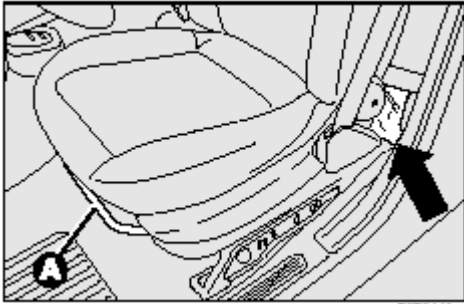

рис. 2
□ Для версий **Cargo**: приподнять рычаг **A** – **рис. 2** и переместить вперед спинку левого переднего сиденья, чтобы извлечь сумку с инструментом, установленную за спинкой сиденья, отстегнув ее из держателя и , установить ее рядом с колесом, которое надо заменитьи